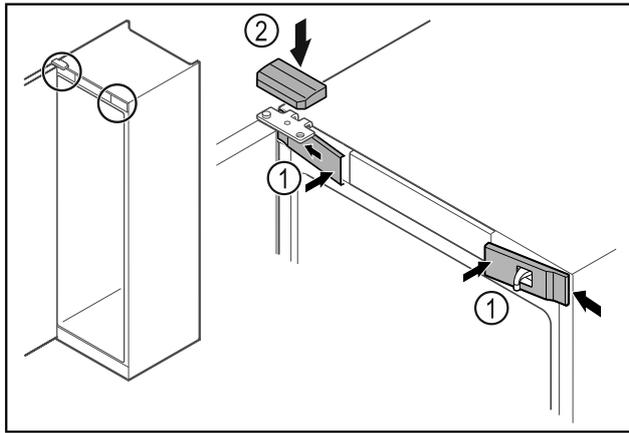

Fig. 46
- ▶ Enganchar las cubiertas delanteras Fig. 46 (1) lateralmente y encajarlas.
- ▶ Encajar la cubierta superior Fig. 46 (2) desde arriba.